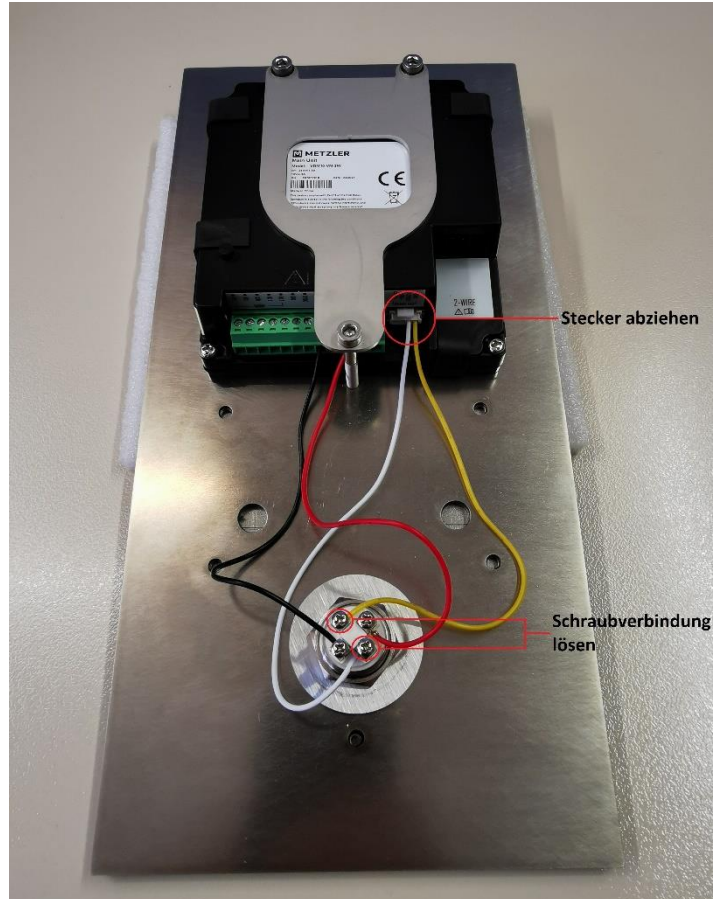

Abbildung 1
2. (Nur in der Version mit beleuchtetem Klingeltaster) Ziehen Sie bitte den vorhandenen Stecker aus dem RS485 Kontakt ab, lösen die Schraubverbindungen am Klingeltaster für das gelbe (GND -) und das weiße Kabel (12VOUT +) und entfernen Sie das Kabel. (Siehe *Abbildung 1*)